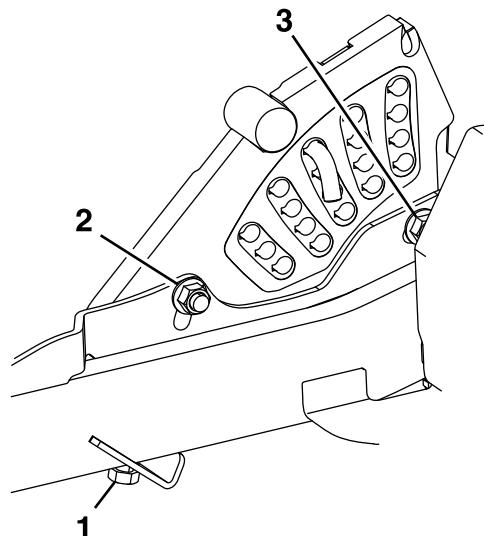

Bild 83
11. Wenn die vier Einstellvorrichtungen des Mähwerks nicht ausreichend eingestellt sind, um die genaue Schnitthöhe mit dem gewünschten Rechen zu erreichen, können Sie die die zentrale Einstellsystem (Bild 83) einstellen.
12. Um das zentrale Einstellsystem einzustellen, lösen Sie zunächst die vorderen und hinteren Befestigungsschrauben für die Höhenverstellplatte (Bild 83).
14. Ziehen Sie die zwei Schrauben unten an der Schnitthöhenplatte an (Bild 83).